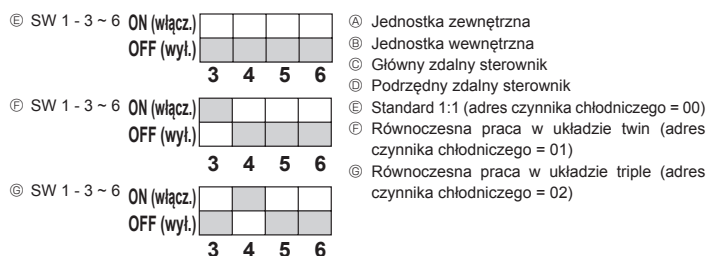

Fig. 9-1
9. Sterowanie systemem (Fig. 9-1)
9. Systemstyring (Fig. 9-1) 16